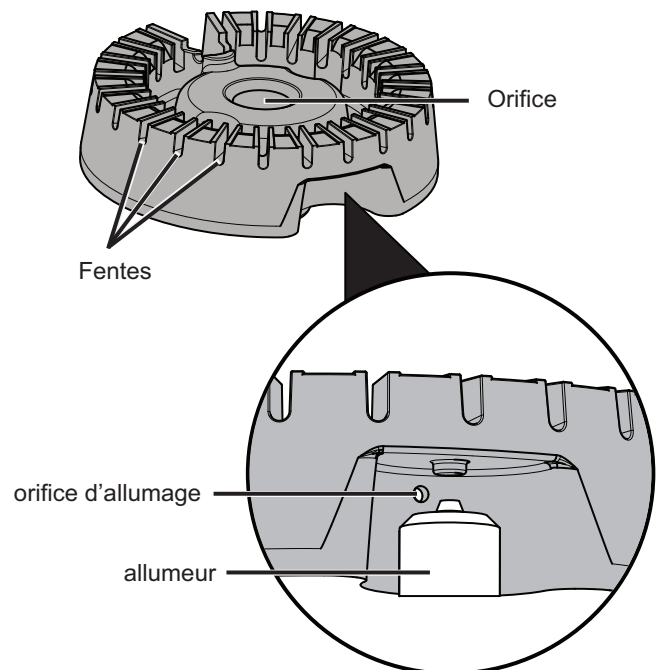

Figure 19 : Composants de brûleurs scellés
3. Utiliser une vieille brosse à dents pour nettoyer la tête de brûleur au complet (voir Figure 19).
4. Utiliser la brosse à dents pour nettoyer les fentes et les orifices du brûleur (voir Figure 19).
5. Nettoyer les orifices d'allumage à l'aide d'une aiguille ou d'un fil métallique de petit calibre (voir Figure 19).